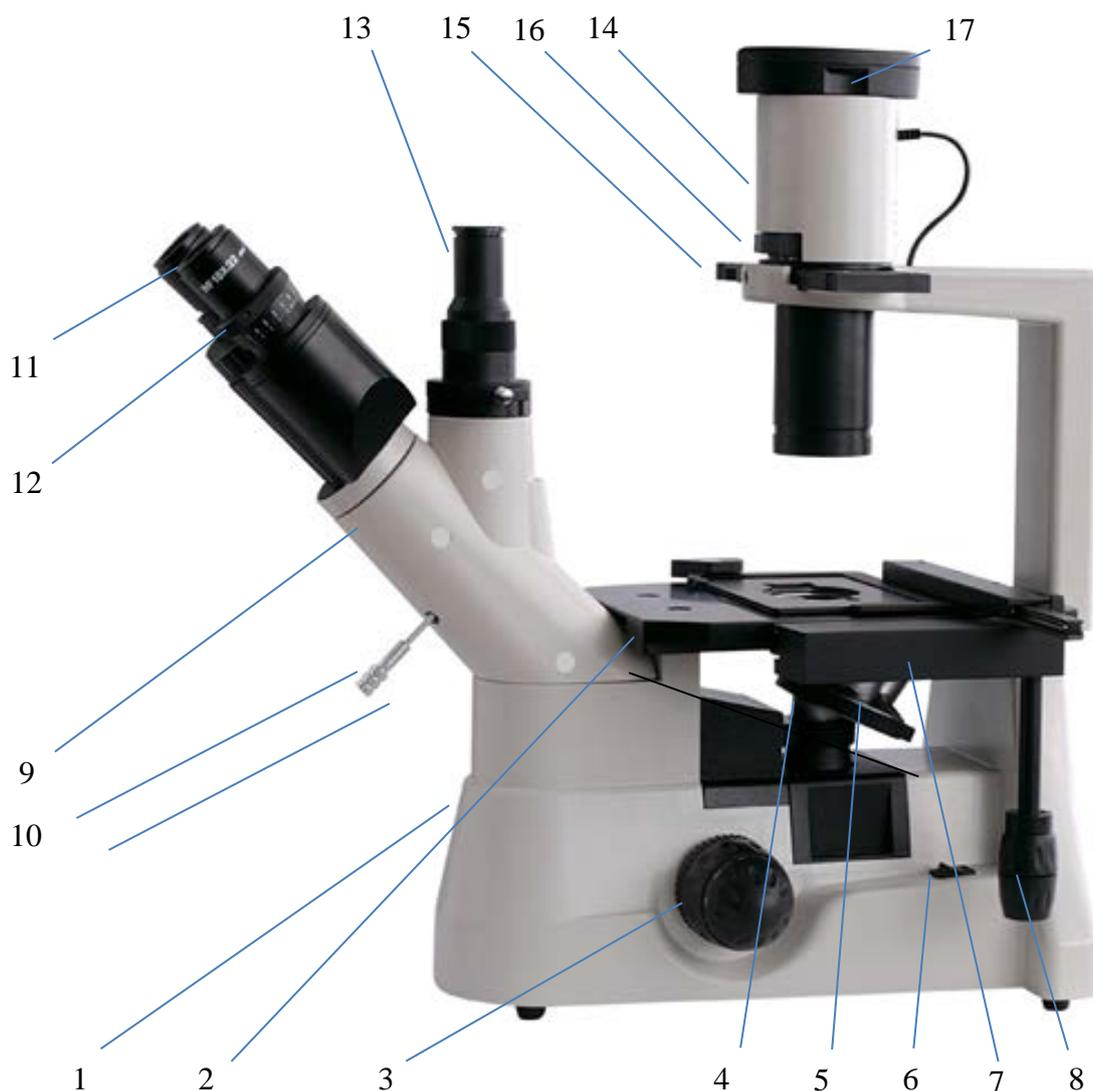

Рис. 1 – Внешний вид микроскопа Биолаб И
4.8.8.1. Наблюдая в центрирующий телескоп СТ, убедитесь что изображение фазовой диафрагмы каретки 1 и изображение фазовой диафрагмы объектива 2 (см. рис. 12) одинаково резкие. Если фазовая диафрагма каретки нерезкая, добейтесь резкого изображения с помощью винтов тонкой фокусировки 3 (см. рис. 1);